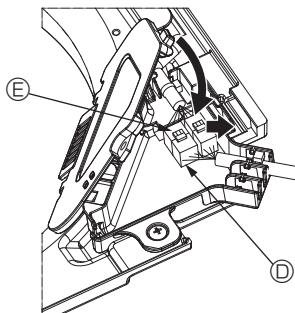

Fig. 5-10
- ③ Sätt på anslutningsdosans lock när alla kablar är installerade. Se till att ingen kabel kommer i kläm. (Fig. 5-10)